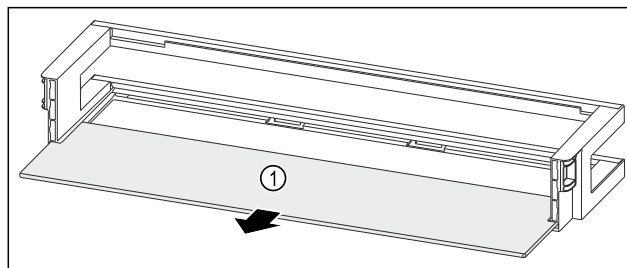

Fig. 84 Dveřní přihrádka s odkládací plochou
- Odkládací plochu Fig. 84 (1) odeberte.